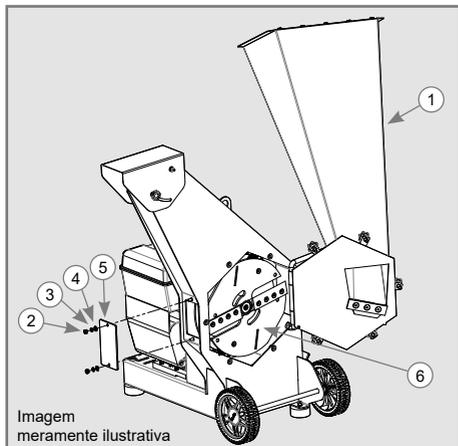

Figura 6
- ✓ Conforme a Figura 6, solte o parafuso de aperto do disco (1), retire a arruela de pressão (2), a bucha de fixação (3), e com as mãos, puxe o disco (4) para fora, se necessário, utilize uma alavanca para ajudar a remover o disco.